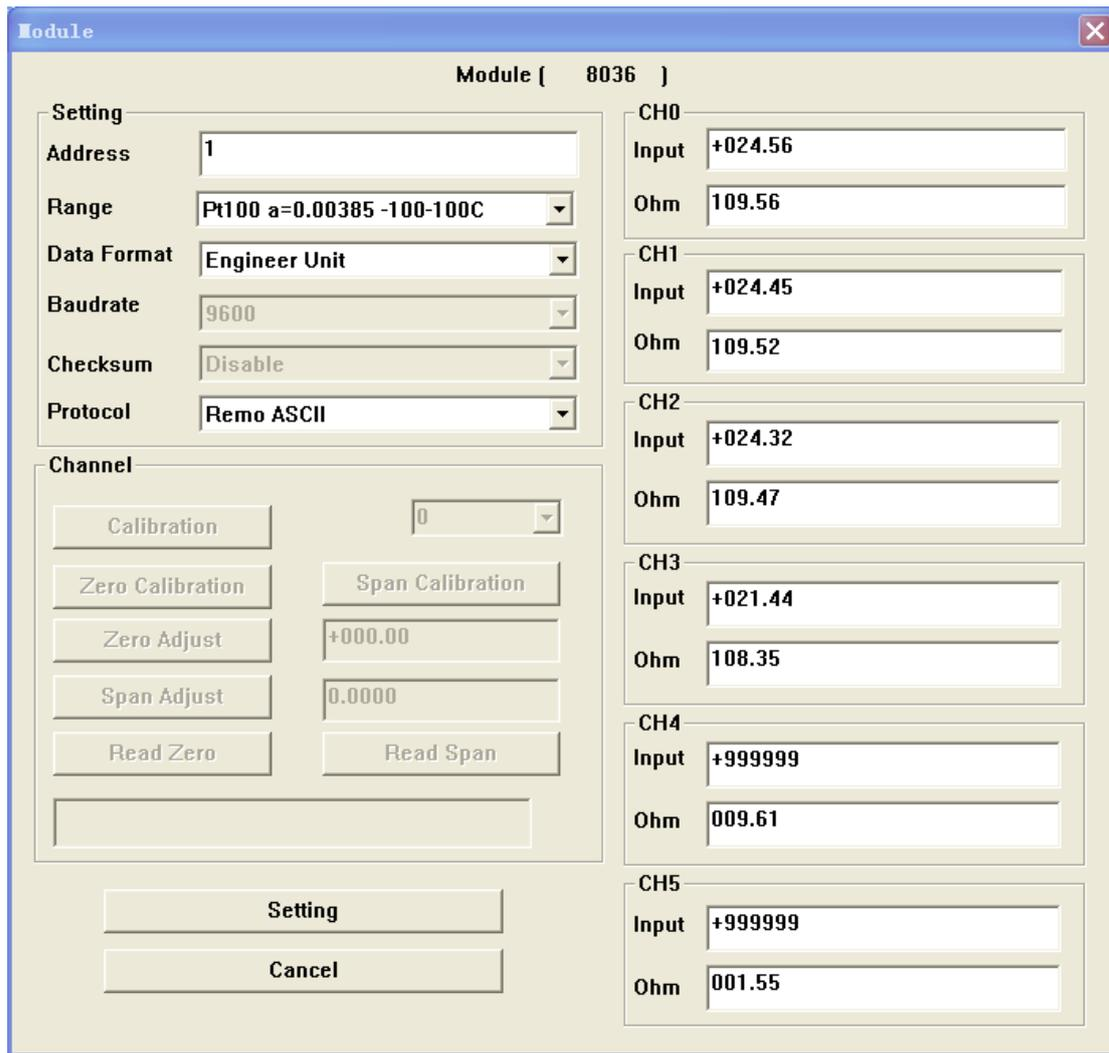

图 13 Rm-8036 模块信息
⑥ 点击“Stop”停止搜索，双击设备名“8036”进入硬件属性界面可以查看模块各输入通道的连接情况，如图 13 所示；